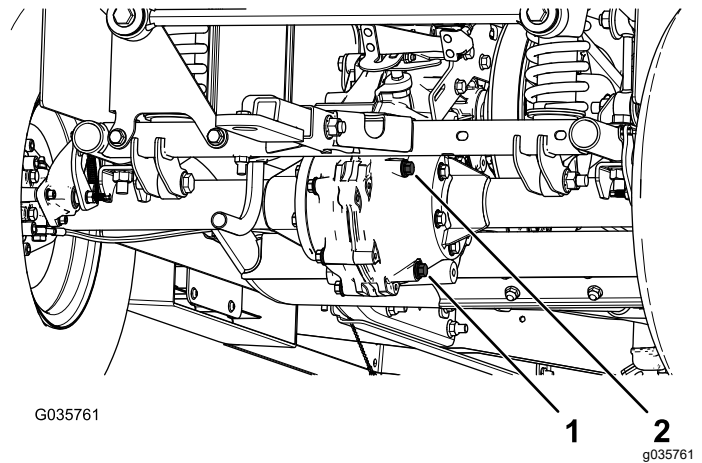

Bild 56
- Entfernen Sie die Füllschraube am Getriebe (**Bild 56**).
- Wenn der Ölstand niedrig ist, nehmen Sie die Füllschraube ab und füllen Sie die angegebene Ölsorte ein, bis das Öl aus dem Loch ausläuft (**Bild 56**).
- Stellen Sie eine Auffangwanne unter die Ablassschraube (**Bild 56**).
- Entfernen Sie die Füllschraube und die Dichtung (**Bild 56**).
- Entfernen Sie die Ablassschraube und die Dichtung und lassen das Öl vollständig ablaufen (**Bild 56**).